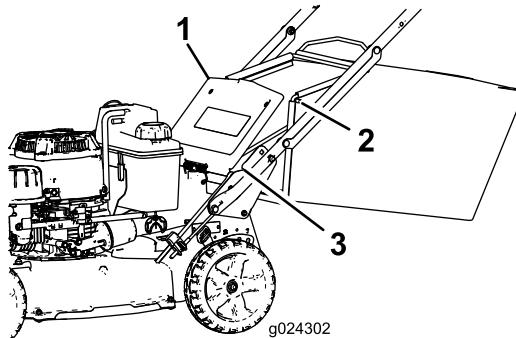

Figura 20
2. Levante y sujeté la puerta trasera (Figura 20).
4. Inserte los extremos de la varilla de la bolsa en las muescas de la base del manillar, y mueva la bolsa hacia adelante y hacia atrás para verificar que los extremos de la varilla están asentados en el fondo de cada muesca (Figura 20).
3. Retire la varilla de la bolsa de recogida de las muescas de la base del manillar (Figura 20).